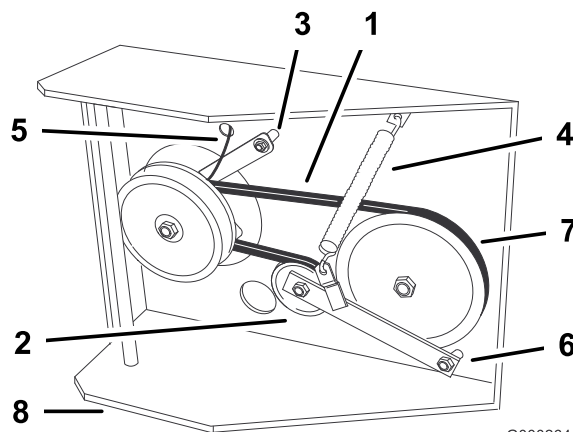

Bild 43
7. Entfernen Sie die Kupplungshalterung vom Motorchassis (Bild 43).
8. Haken Sie die Spannfeder aus der Seite des Rahmens aus (Bild 43).
11. Ziehen Sie die Drehschraube mit 47-54 N-m fest. Haken Sie die Spannfeder zwischen dem Spannscheibenarm und der Rahmenhalterung ein (Bild 43).
12. Montieren Sie die Kupplungshalterung am Motorchassis (Bild 43).